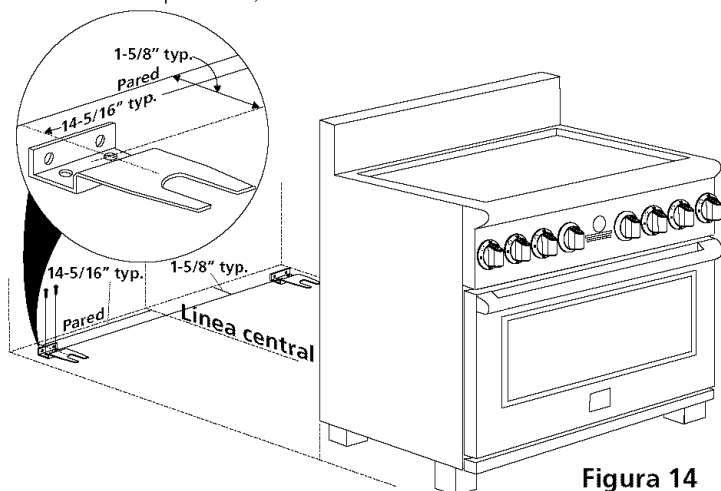

Figura 14
5. Quite la plantilla y coloque los soportes en piso (véase figura 14). Alinee los agujeros en soporte con las marcas en piso y una el soporte usando los tornillos proporcionados. El soporte se debe asegurar al piso sólido. Si se ajusta a un piso concreto, primero taladre agujeros con un diámetro de 3/16" (4.8 milímetros) usando un taladro de la albañilería.